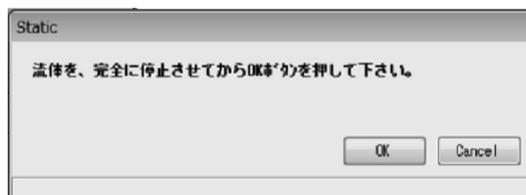

図111
- ① メニューの「Diagnosis/Service (T)」 > 「Test/Status」 > 「Installation」 > 「Static」をクリックします。
- ② 次のウィンドウ(図111)が表示されます。ここでは静的機器設置状態チェックを行います。流体を完全に停止させた後、「OK」をクリックしてください。